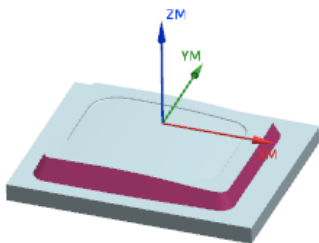

图 6.27 指定切削区域
Step2. 在图形区中选取图 6.27 所示的面 (共 12 个) 为切削区域, 然后单击 “切削区域” 对话框中的 **确定** 按钮, 系统返回到 “深度加工轮廓” 对话框。